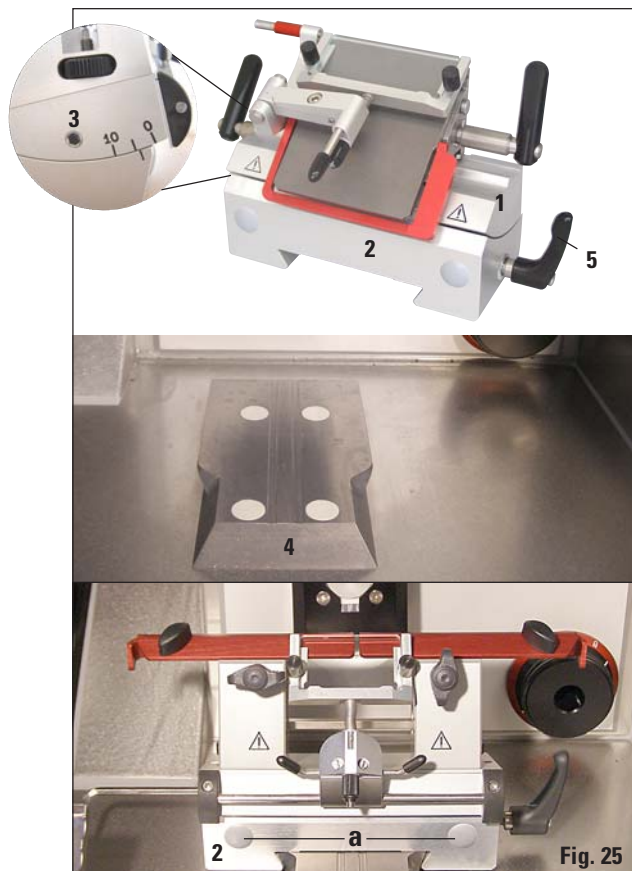

Fig. 25
- Collocare il porta-lama (1, fig. 25) sulla base (2), regolare l'angolo di spoglia (a sinistra del porta-lama) a circa 2°- 5° e fissarlo nel foro (3) sulla base (2) mediante la chiave a brugola n° 4.
- Premere la base porta-lama (2) sulla guida a coda di rondine (4) dalla parte anteriore e bloccarla mediante la leva di bloccaggio (5). Per spostare la base, aprire solo leggermente la leva di bloccaggio per evitare che scivoli accidentalmente nella direzione della testa del preparato.
- Se la distanza di bloccaggio non è sufficiente, è possibile spostare la leva di bloccaggio (3). Per effettuare questa operazione, tirare la leva verso l'esterno e spostarla nella posizione